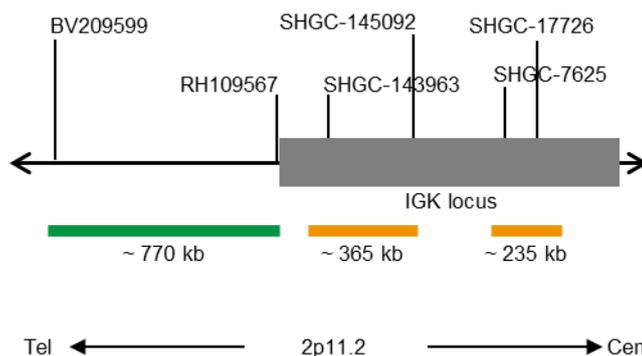

Fig. 1: SPEC IGK Mappa della sonda (non in scala)
- Polinucleotidi (~10.0 ng/ μ l), marcati con ZyGreen (eccitazione 503 nm/emissione 528 nm), le cui sequenze target mappano in 2p11.2* (chr2:88,382,616-89,153,517) distali al punto di rottura di IGK (vedere Fig. 1).
- Polinucleotidi (~4.5 ng/ μ l), marcati con ZyOrange (eccitazione 547 nm/emissione 572 nm), le cui sequenze target mappano in 2p11.2* (chr2:89,246,977-89,609,390 e chr2:89,853,315-90,089,156) prossimali al punto di rottura di IGK (vedere Fig. 1). A causa della presenza di segmenti di sequenze omologhe prossimali alla regione di rottura di IGK, la sonda arancione ha due regioni di ibridazione prossimali.